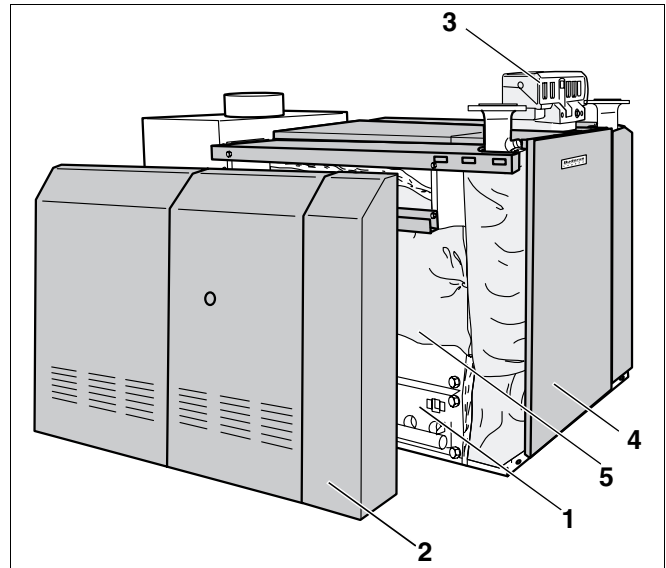
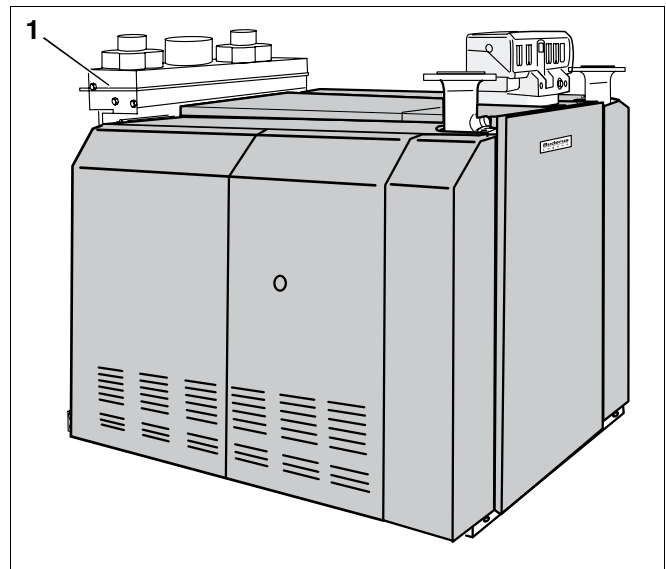

Fig. 1 Logano GE434
Fig. 2 Logano plus GB434
Le caldaie Logano GE434 (fig. 1) e Logano plus GB434 (fig. 2) sono costituite da un blocco caldaia destro e da un blocco caldaia sinistro; ciascun blocco è provvisto di un bruciatore di gas.
- Blocchi caldaia (fig. 1, **pos. 5**) e bruciatori di gas (fig. 1, **pos. 1**).
- Rivestimento (fig. 1, **pos. 2**) e isolamento termico (fig. 1, **pos. 5**).
- Apparecchio di regolazione (fig. 1, **pos. 3**), termostato di regolazione ausiliario e due automatismi di combustione del gas (uno per ogni bruciatore).
Elemento aggiuntivo della caldaia Logano plus GB434 (fig. 2):
- Unità a condensazione (fig. 2, **pos. 1**)